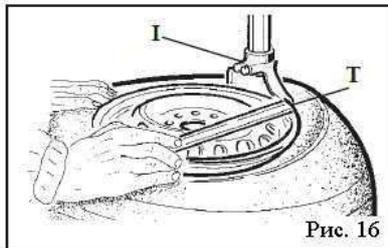

Рис. 16
- Return the arm (P) by pressing the pedal (H).
- Set the locking button (K) in position 2. Move the operating arm (M) until the mounting tool (I) rests on the rim upper edge. Then lock everything by setting the locking button in position 1. In this way, the arm gets locked both in a vertical and in a horizontal direction, while the mounting tool (I) is moved automatically of about 2 mm. from rim.
- Нажатием на педаль (H) возвратите монтажную стойку (P) в её прежнее положение.
- Установите кнопку фиксации (K) в положение «2». Перемещайте монтажный шток (M) до тех пор, пока монтажная головка (I) не будет установлена на поверхности диска. Заблокируйте весь механизм. Нажмите на кнопку фиксации, выставив ее в положение «1». Это заблокирует перемещение монтажного штока как в вертикальном, так и в горизонтальном положении и автоматически передвинет монтажную головку (I) на 2 мм от диска.
- With the lever (T) inserted between the bead and the front section of the mounting head (I), move the tyre bead over the mounting head. **Note:** In order to avoid damaging the inner tube, if there is one, it is advisable to carry out this operation with the valve about 10 cm . right of the mounting head. (Fig. 16)
- С помощью монтировки (Т), расположенной между бортом и передней частью монтажной головки (I), переместите борт шины в положение над монтажной головкой (Рис. 16). **Примечание:** Во избежание повреждения находящейся внутри камеры, если таковая имеется, советуем провести эту операцию при вентиле, расположенном приблизительно в 10 см справа от монтажной головки.